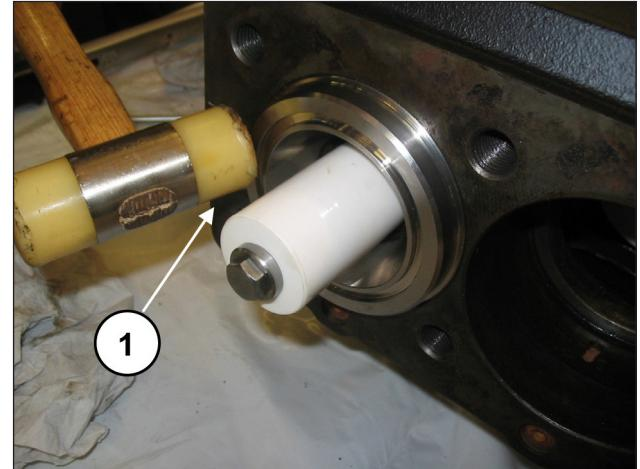
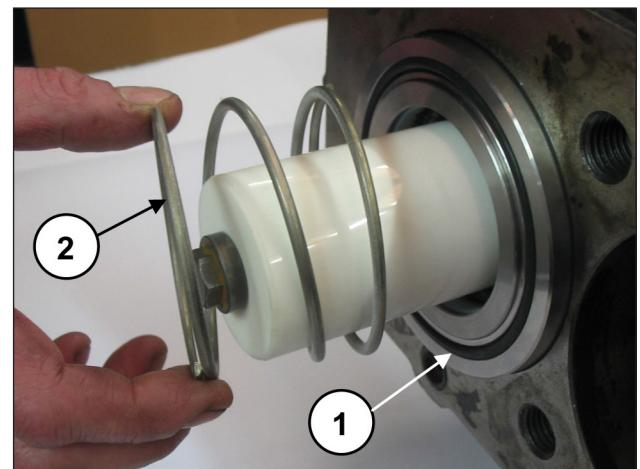

图 186
图 187
确保缸套/支撑单元正确定位在底座底部（位置①，图 186）；现在安装缸套正面的O形圈和弹簧（位置②，图 187）。